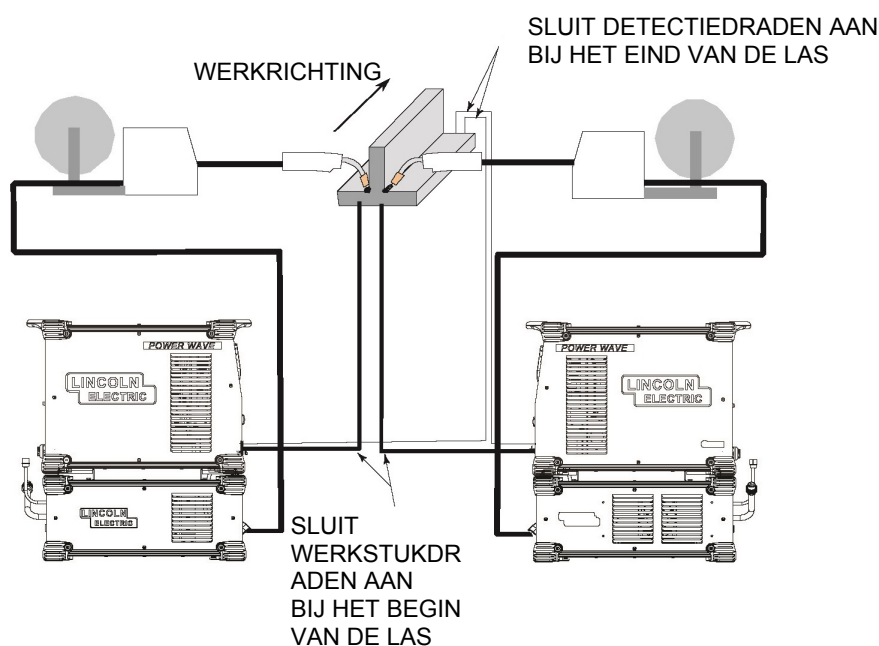

Afbeelding 3
Een te hoge kabelinductantie leidt tot slechtere lasresultaten. Er zijn meerdere factoren die kunnen bijdragen aan de totale inductantie van het kabelsysteem, zoals de lengte en lusgrootte. Die laatste hangt af van de afstand tussen de elektrodekabel en de werkkabel en de lengte van de laslus. De laslus wordt gedefinieerd als de totale lengte van de elektrodekabel (A) + de werkkabel (B) + het werkpad (C) (zie afbeelding 3 hieronder). Om de inductantie te minimaliseren moet u altijd de juiste kabeldikten gebruiken en zo veel mogelijk de elektrodekabel en de werkkabels dicht bij elkaar houden, zodat de lus zo klein mogelijk is. Aangezien de belangrijkste factor bij inductantie de lengte van de lus is, moeten de kabels zo kort mogelijk zijn en is oprollen af te raden. Als de kabels te lang dreigen te worden is het beter de lasapparatuur op een rail of rolwagen te plaatsen, zodat ze dicht bij het werkstuk gebracht kan worden.